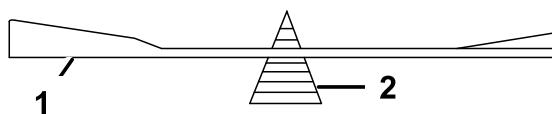

Bild 63
2. Prüfen Sie die Auswuchtung des Schnittmessers auf einer Ausgleichsmaschine (Bild 63).